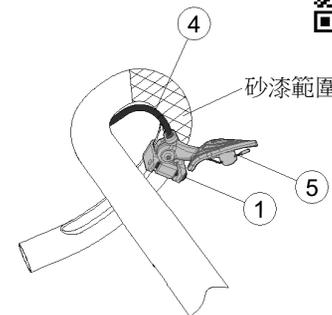

图 5
1. 安装线控拨杆 ① 于左侧车把上 (砂漆范围内) 使用 T25 梅花扳手锁紧螺丝到 41 kgf.cm / 4 Nm / 35 in.lbs。(图 5)